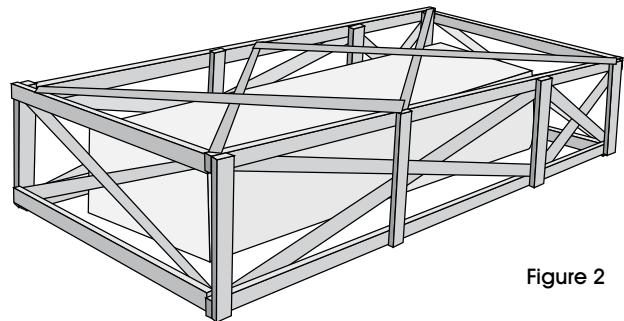

Figure 2
- Le machine d'emballage sous film étirable automatique est livré avec une caisse similaire à celle illustrée à la droite. Veuillez enlever l'emballage de protection et préparer l'appareil à se dresser. (Voir Figure 2)